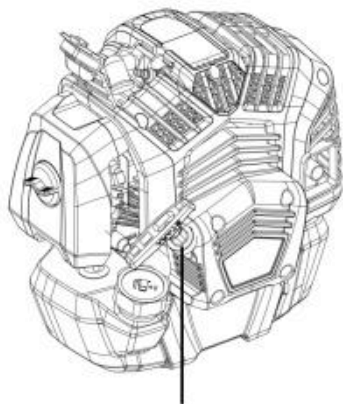

Fig. 28
2. Trzymaj produkt stabilnie i lekko pociągnij za uchwyt rozrusznika linkowego, aż do momentu, w którym poczujesz opór, a następnie pociągnij szybko. Czynność powtarzaj aż do uruchomienia silnika (rys. 28).